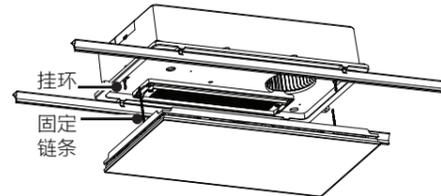
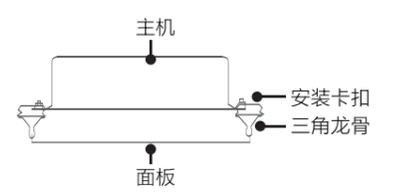

图5
图6
- 5 将主机倒扣在龙骨上，使卡扣锁紧龙骨。托住面板，先将面板上的固定链条和主机上的挂环连接（如图5），然后将面板上的照明、数显连接头和主机上对应的连接头连接好，将面板卡入龙骨，调整位置，使面板两侧的固定架和主机的面板固定架对准（如图6）。